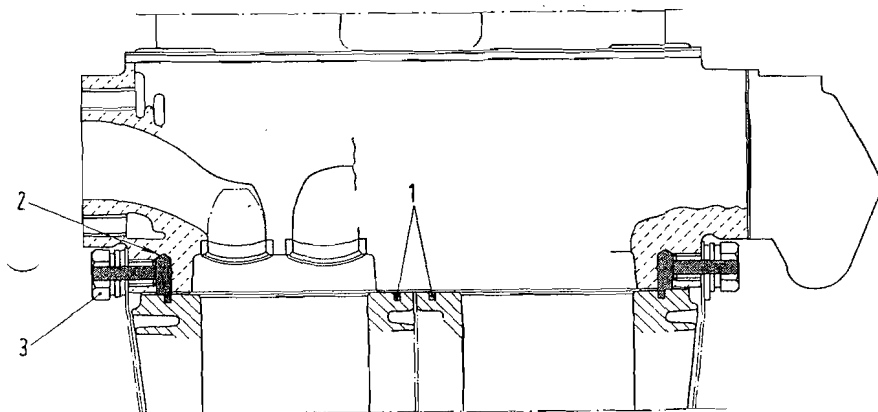

Fig. 126. - Schema del dispositivo di sicurezza per l'impianto di riscaldamento (Berlina e Giardiniera).
- da una sede (1, fig. 126) circolare, a sezione quadra, ricavata sulla faccia superiore della canna;
- un condotto (2) sulla testa cilindri;
- una vite forata (3) per ogni cilindro.